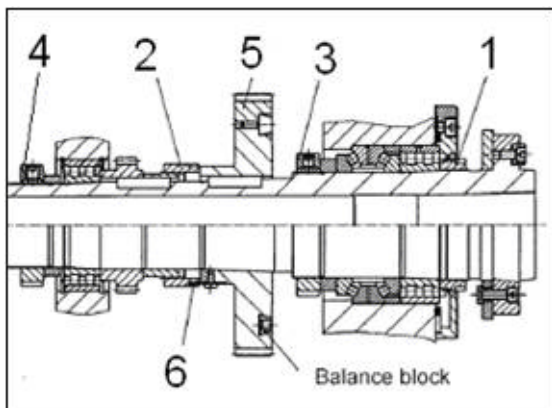

Fig 18
Tout d'abord, desserrer l'écrou de réglage (1, Fig 18), retirer la plaque de sécurité (6) ainsi que l'écrou de réglage (2).